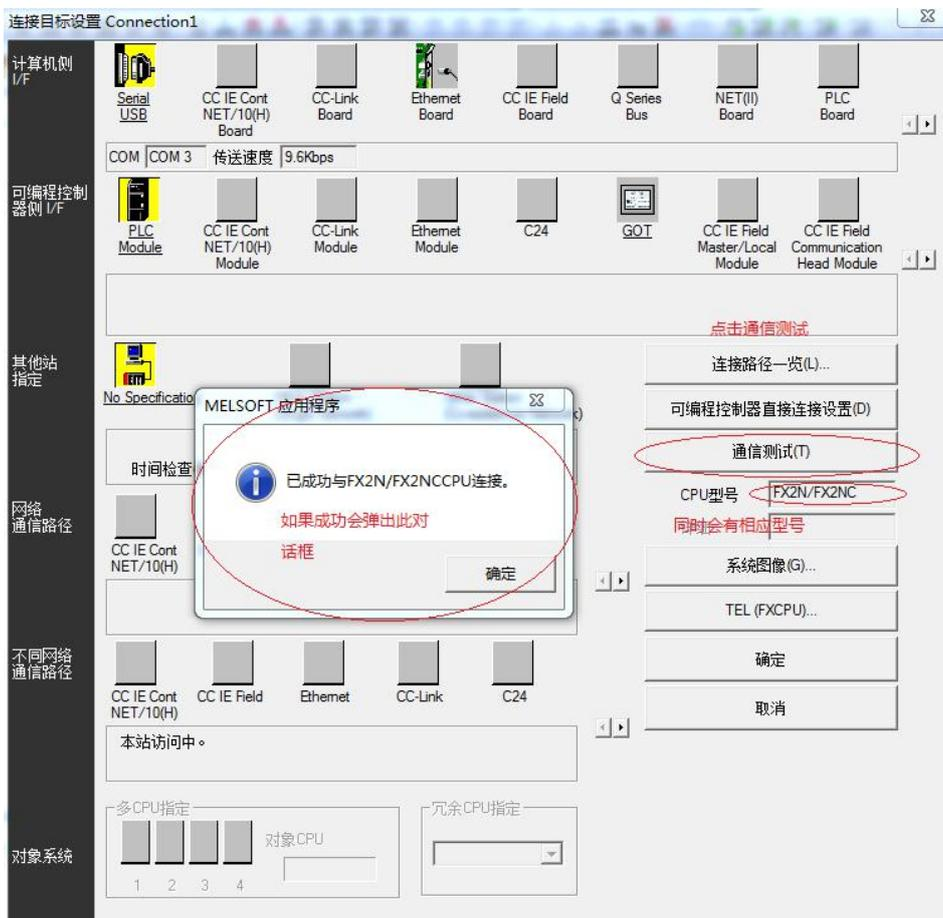

图2.5 通信测试
- 6、点击通信测试，如果与FX2N相连成功则点击确定；否则检查连接线是否连接、通信线缆是否可靠、PLC是否上电、5步骤中各个配置是否正确，如图2.5。